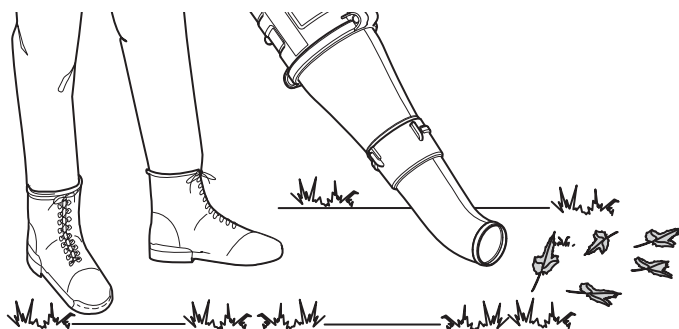

Fig. 8
- Utilisez la buse pour les endroits difficiles à atteindre, comme les coins dans un garage, ou pour contrôler la poussière dans un environnement poussiéreux (Fig. 8).